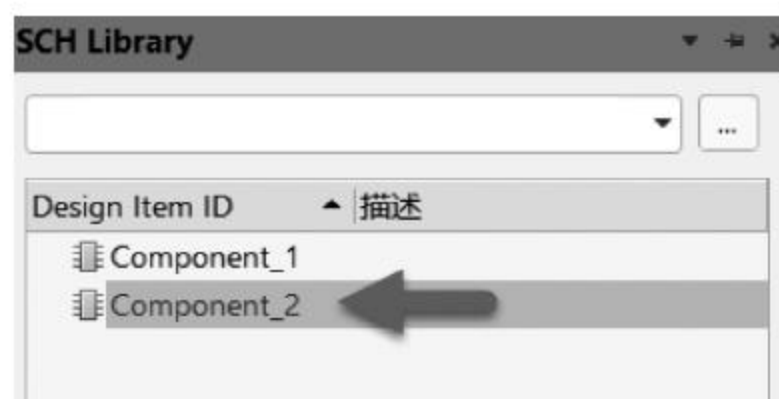

图 3-8 创建器件
(1) 执行菜单栏中“工具”→“新器件”命令,或单击工具栏中的“创建器件”按钮 ,弹出 New Component 对话框。
(2) 输入器件名称,单击“确定”按钮,即可创建一个新的器件,如图 3-8 所示。